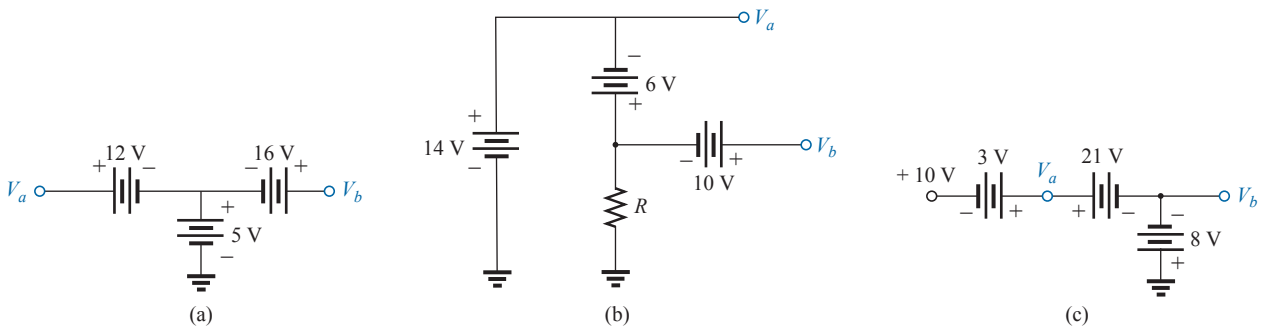

Figura 5.118 Problema 35.
35. Determine as tensões V_a , V_b e V_{ab} para os circuitos mostrados na Figura 5.118.